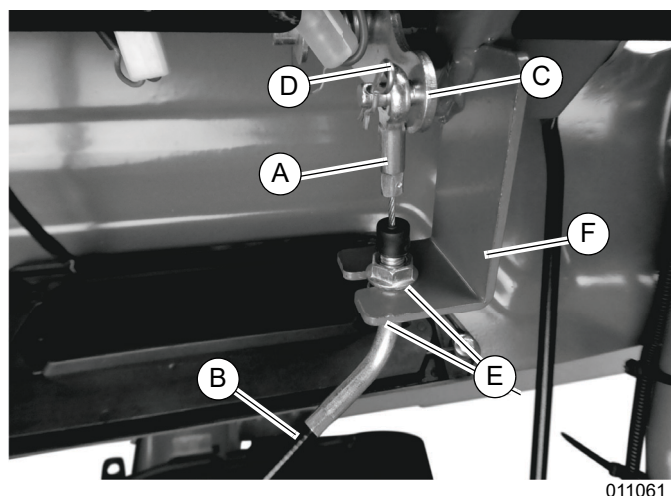

Figura 2-15. Instalación del cable del deflector
16. Consulte la **Figura 2-15**. Instale el extremo del ojal (A) del cable del deflector (B) en la palanca del deflector (C) y fíjelo con un pasador (D).